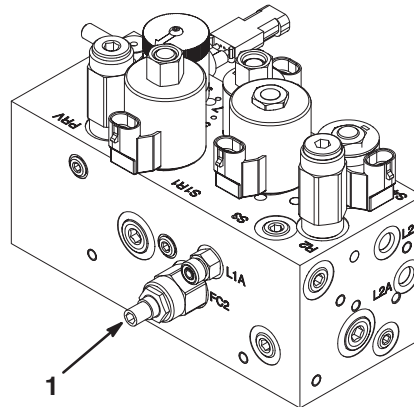

Bild 55
Der Kreis für das Anheben bzw. Absenken der Mähwerke ist mit einem Flusssteuerungsventil ausgerüstet (Bild 55). Dieses Ventil wird im Werk voreingestellt. Zum Ausgleichen unterschiedlicher Hydrauliköltemperaturen und Mähgeschwindigkeiten usw. müssen Sie dieses Ventil jedoch u. U. einstellen. Gehen Sie dabei folgendermaßen vor:
1. Heben Sie den Sitz an und finden Sie das Hauptregulierungsventil für das mittlere Zuggestell (Bild 55), das sich innen am Hydraulikverteiler befindet.